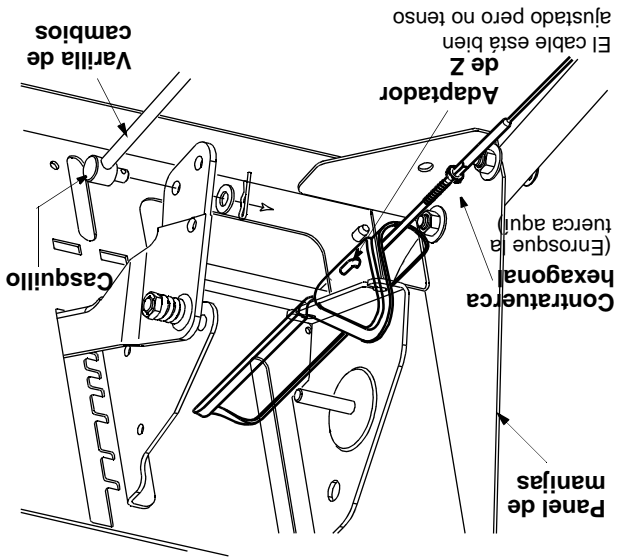

Figura 21
- Con el embrague de tracción enganchado, la rueda de fricción debe tocar la plancha del propulsor (ilustrado en la figura 21).
- Extraiga el broche del cabeallo y la arandela plana del casquillo debajo del panel de cambios. Extraiga el casquillo del orificio de la palanca de cambios. Vea la figura 21.
- Coloque la palanca de cambios del panel del mango en la sexta (6) posición (todo hacia adelante).
- Enrosque el casquillo hacia arriba o hacia abajo de la vara de cambios según sea necesario hasta que el casquillo se alinee con el orificio superior de la palanca de cambios. Vea la figura 21.